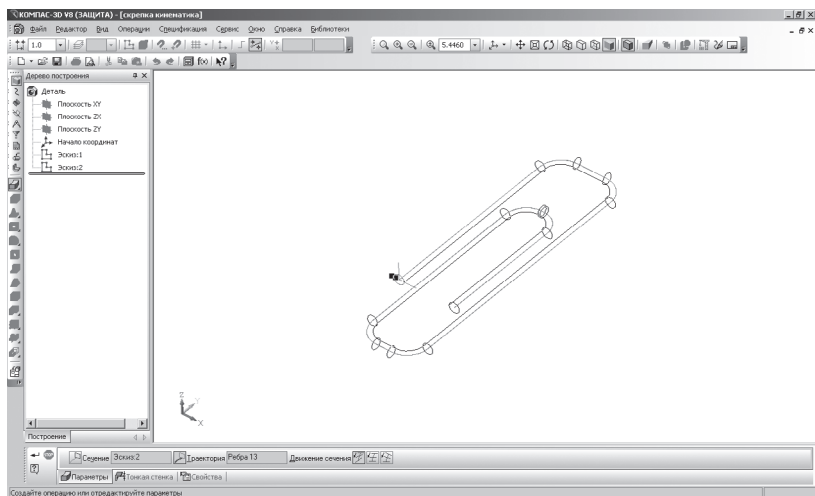

Рис. 282
- **Движение сечения – Сохранять угол наклона**. На экране появится фантом канцелярской скрепки (рис. 282);